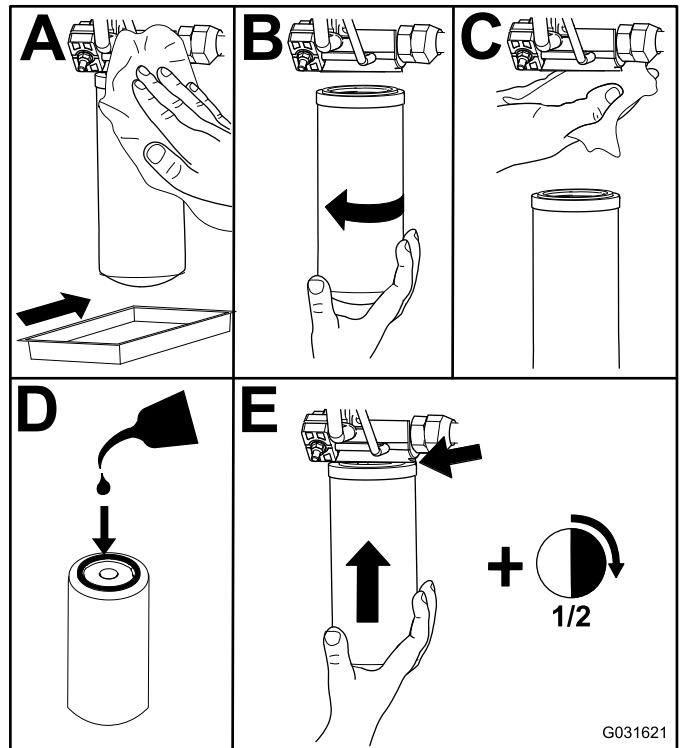

Figura 97
2. Substitua o filtro hidráulico de carga no compartimento de elevação hidráulica, como se mostra na Figura 97.
4. Substitua o filtro de retorno no lado direito da máquina (Figura 97).